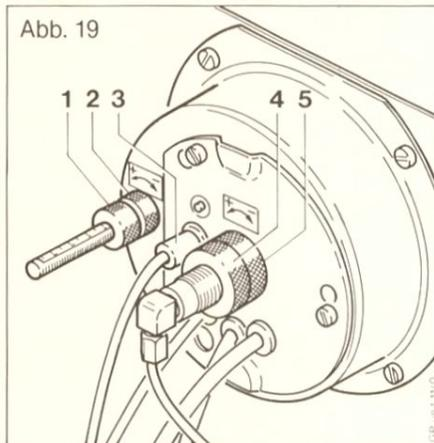

Abb. 19
- Die Einregulierung der Abgaswerte wird vorgenommen an den Einstellschrauben 1, 2 und 4, 5. Abb. 19. (Kesseltemperatur mind. 60°C).
- a) Lösen der Konterrändelmutter (2) und drehen an der Einstellrändelmutter (1) nach rechts ergibt weniger Luftdurchsatz (mehr CO₂), nach links ergibt mehr Luftdurchsatz (weniger CO₂).